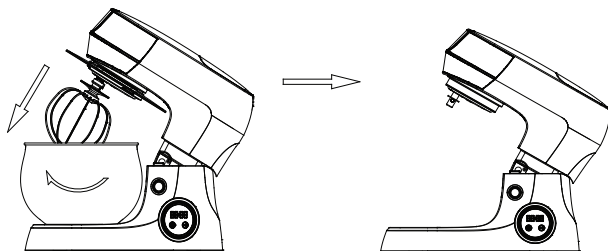

Рисунок 2
3. Отсоедините насадку, повернув ее по часовой стрелке и потянув вниз (см. рис. 2).
4. Снимите смесительную чашу, повернув ее против часовой стрелки (см. рис. 2). Так же снимите крышку чаши.